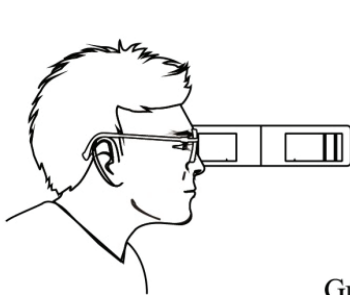

Figura 9a
b. El óptico realiza la inspección de pie al lado del examinado, y este último se sitúa preferentemente a contraluz. Coloque el instrumento en el nivel horizontal (consulte la figura 9a) y apunte la marca de guía en la parte superior de la córnea del sujeto a prueba.